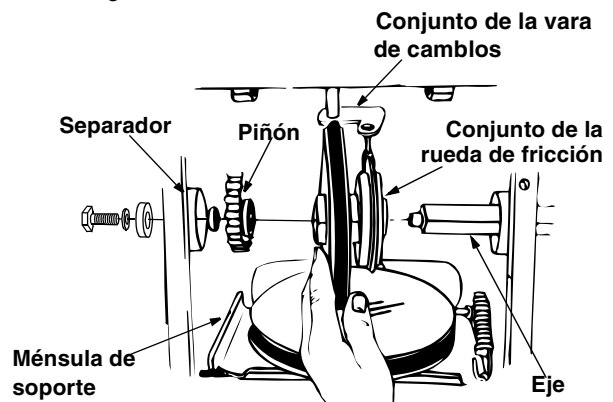

Figura 29
- Deslizado el eje hacia la derecha, extraiga el separador, piñón y el conjunto de la rueda de fricción del eje. Vea la Figura 29.
- Coloque en posición el conjunto de la rueda de fricción sobre la clavija del conjunto de la vara de cambios y deslice el eje a través de la rueda de fricción. Vea la Figura 29.